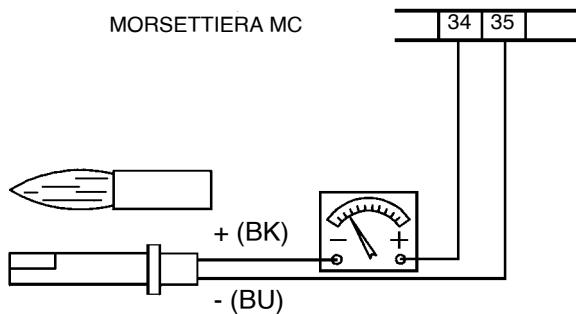

Fig. 21
- Examen y limpieza cuidadosa de la fotoresistencia de control de llama, si fuera necesario sustituirla. En caso de duda verificar la señal de encendimiento de la fotoresistencia, después de haber puesto en funcionamiento el quemador, siguiendo el esquema en Fig. 21.